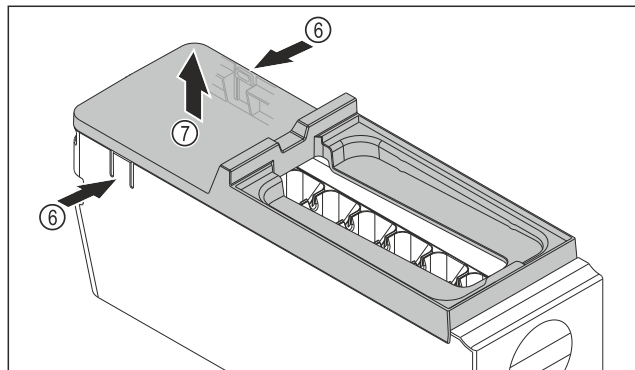

Fig. 77
- ▶ Scoateți apărătoarea corpului EasyTwist-Ice: Apăsăți eclisele Fig. 77 (6) de pe ambele părți ale corpului EasyTwist-Ice cu o mână.
- ▶ Scoateți apărătoarea Fig. 77 (7) cu cealaltă mână în sus.